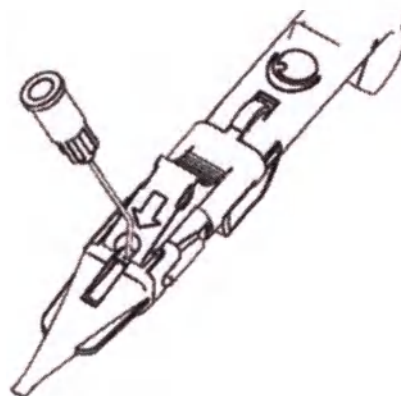

Рис. 6
8. Введите канюлю (23G или крупнее) шприца, наполненного вискоэластиком, в небольшое отверстие перед красным стоппером. Введите вискоэластик через отверстие, как показано на Рис.6. Заполнения форсунки картриджа наполовину должно быть достаточно.